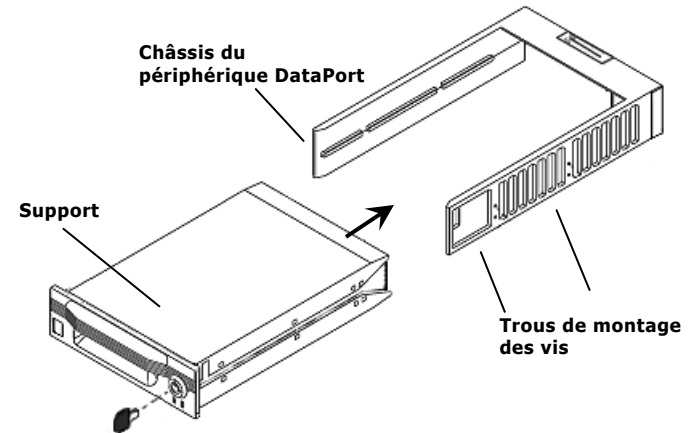

Figure 2 – Support (avec couvercles en place) et châssis
7. Fixez fermement le châssis au boîtier de l'ordinateur en insérant les vis fournies dans les trous de montage latéraux du châssis (voir figure 2). Le périphérique DataPort est également équipé de trous de montage inférieurs pour le montage inférieur éventuel du châssis.